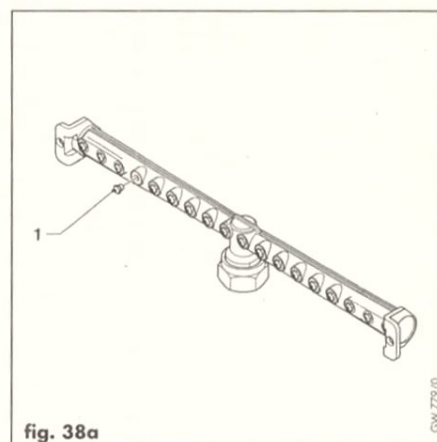

fig. 38a
- Sostituire gli ugelli del bruciatore (1, fig. 38a) con quelli del nuovo tipo di gas.